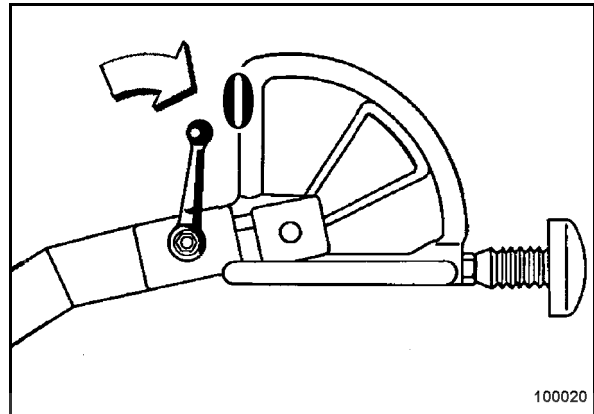

fig. 30
- Placer le levier de vibration (fig. 30) sur position "0".